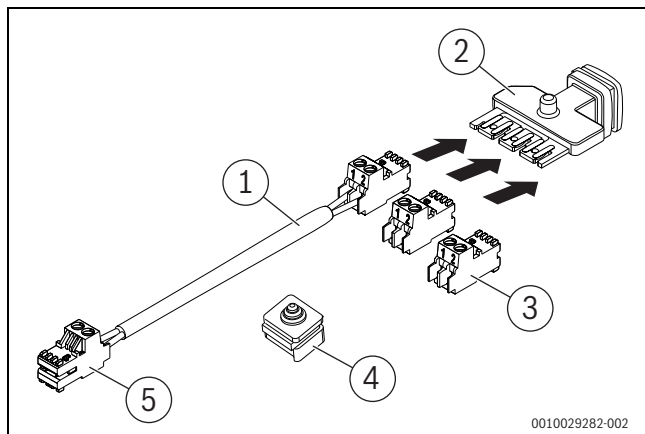

Bild 123 Lieferumfang Zubehör CS 37
- ▶ Kabel (→ Bild 123, [1]) mit Stecker an die EMS-BUS-Leiste (→ Bild 123, [2]) stecken.
- ▶ Beide Stecker (→ Bild 123, [3]) auf die Steckplätze der EMS-BUS-Leiste (→ Bild 123, [2]) stecken.
- ▶ EMS-BUS-Leiste (→ Bild 123, [2]) mit den Steckern nach unten in die Öffnung für die Kabeldurchführungen einsetzen.
- ▶ Mitgelieferte Kabeldurchführung (→ Bild 123, [4]) einsetzen.